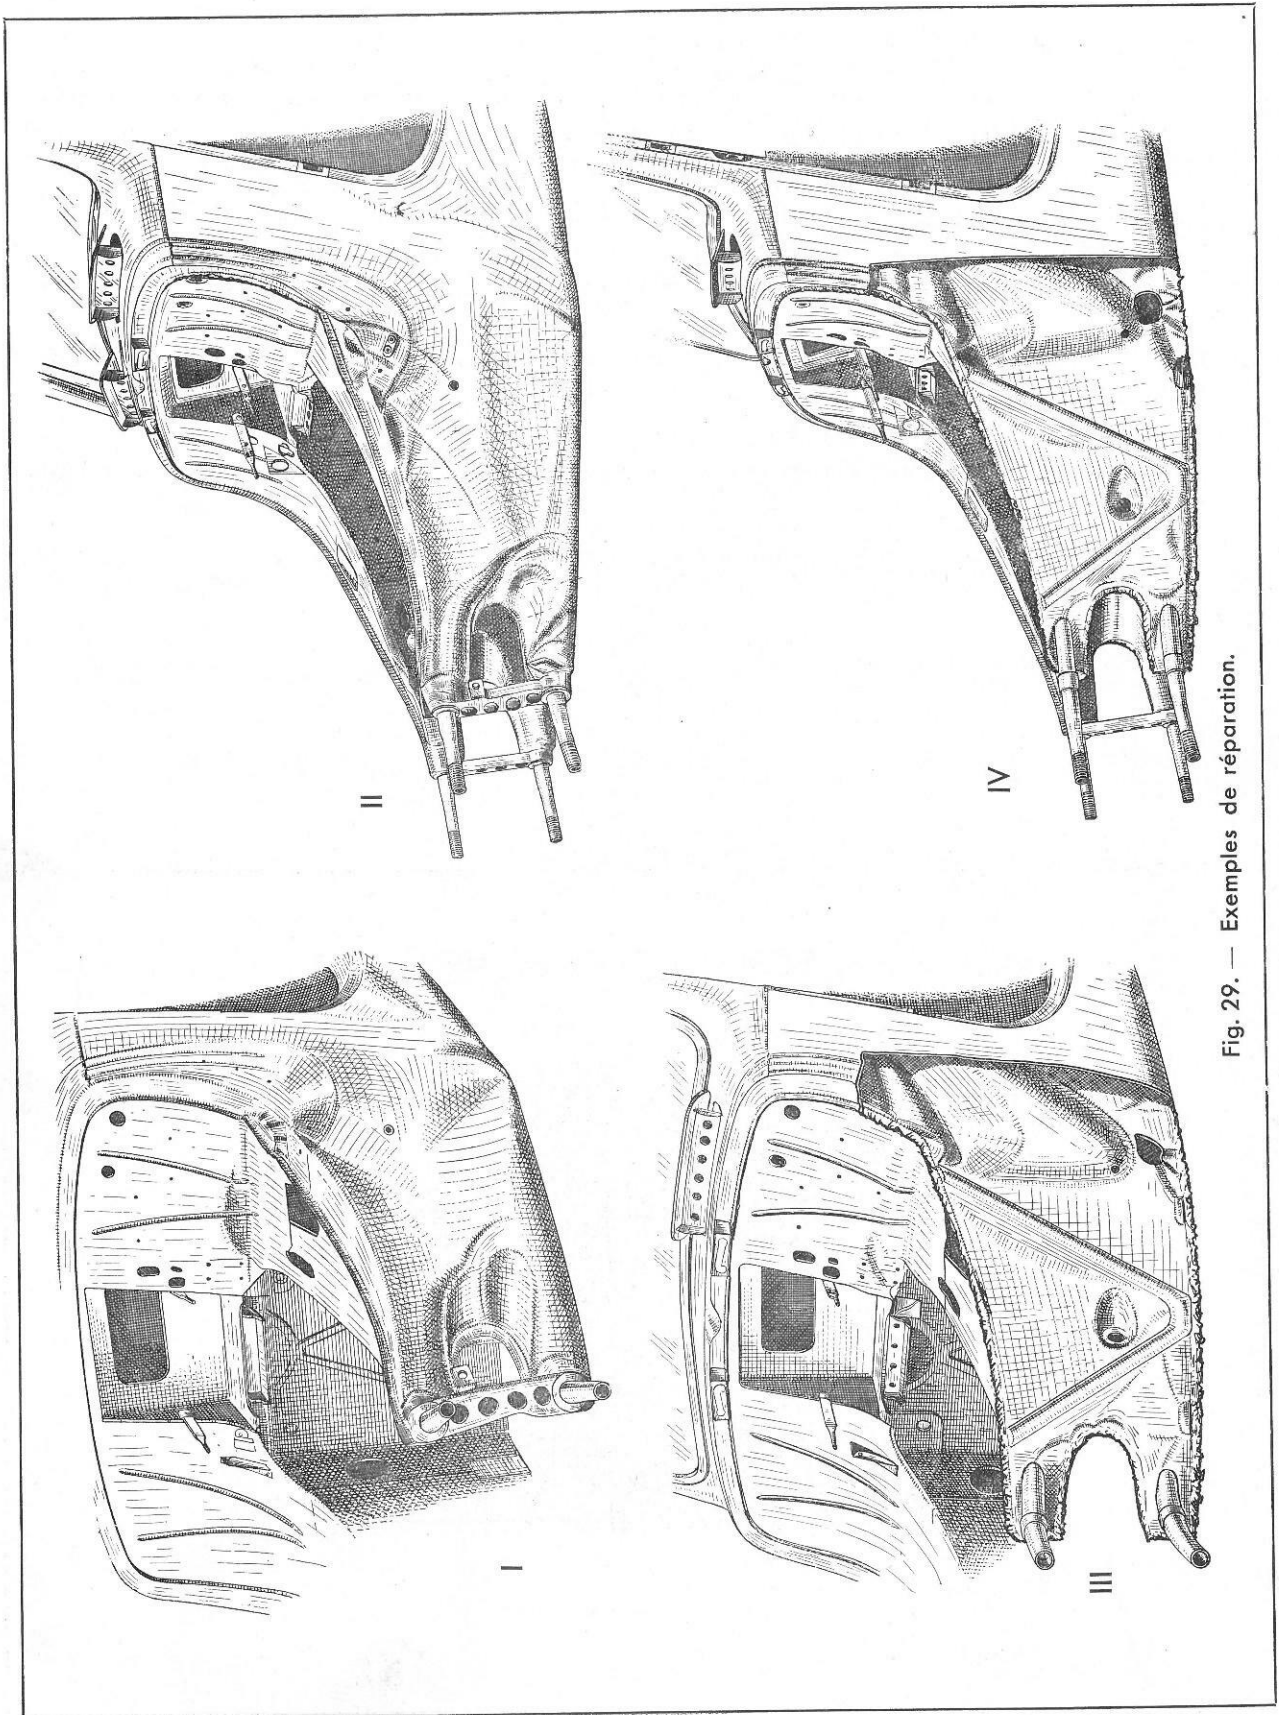
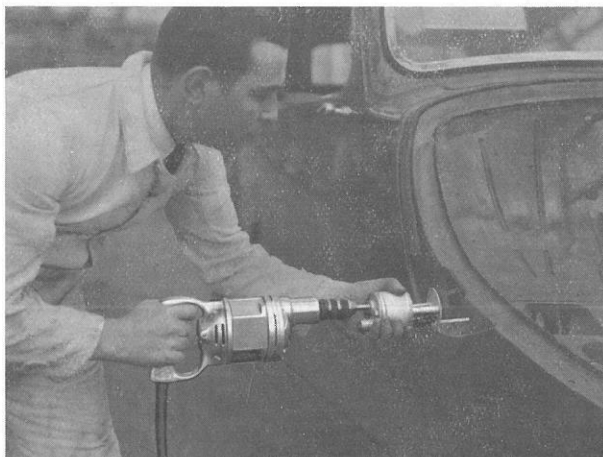

Fig. 29. — Exemples de réparation.
Fig. 30. — Découpage d'un élément de carrosserie avec la scie alternative.
Lorsque les panneaux de côté ou AR sont par trop détériorés il est nécessaire de procéder à leur remplacement (fig. 29 (I et II) et 31 (I)).
Découper à l'aide d'une petite scie circulaire ou alternative (fig. 30) l'élément de panneau à remplacer (fig. 29 (III et IV) et 31 (II)).